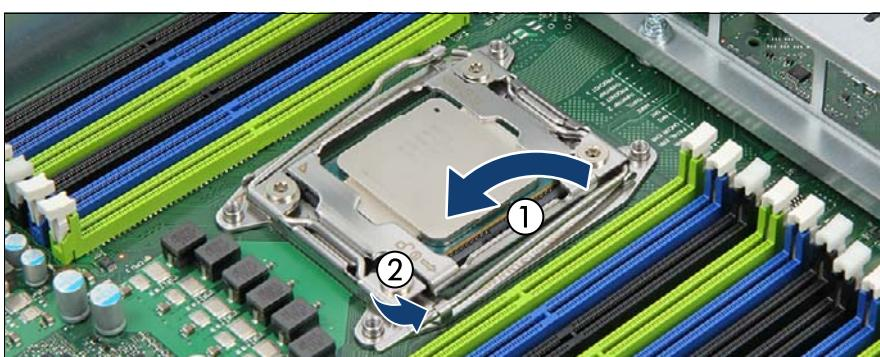

図 272: ソケットリリースレバーを閉じる（「Open 1st」の印付き）
- ▶ *Open 1st* と印の付いたソケットリリースレバーを閉じ、ロードプレート保持タブの下に掛けます（図 272 を参照）。